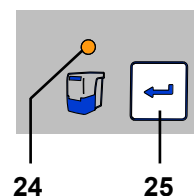

Fig. 8
**Si le tiroir à poussière n'est pas vidé, le voyant du tiroir à poussière (24, Fig. 8) reste allumé. Après la mise en marche/à l'arrêt de l'appareil, le signal sonore retentit à nouveau 3 fois pour rappeler qu'il est nécessaire de vider le tiroir à poussière.**